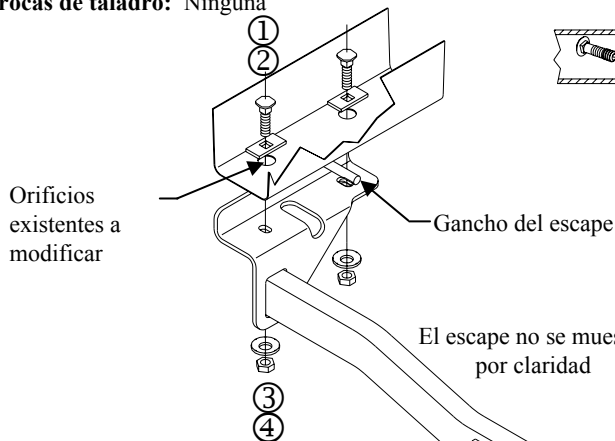

Figura 1.
6. Una los tornillos restantes como se muestra en la Figura 1. Apriete a mano únicamente.